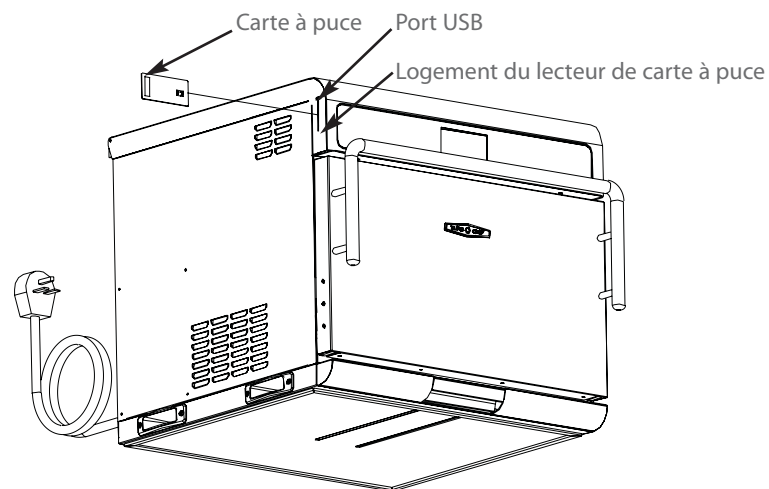

Figure 21 : Insertion d'une carte à puce/clé USB
1. Insérez la carte à puce (Figure 21, page 18).
3. Insérez la clé USB (Figure 21, page 18).
1. Insérez la clé USB (Figure 21, page 18).
1. Insérez la carte à puce (Figure 21). Si vous devez utiliser plusieurs cartes à puce, assurez-vous de charger la carte à puce correcte en premier.